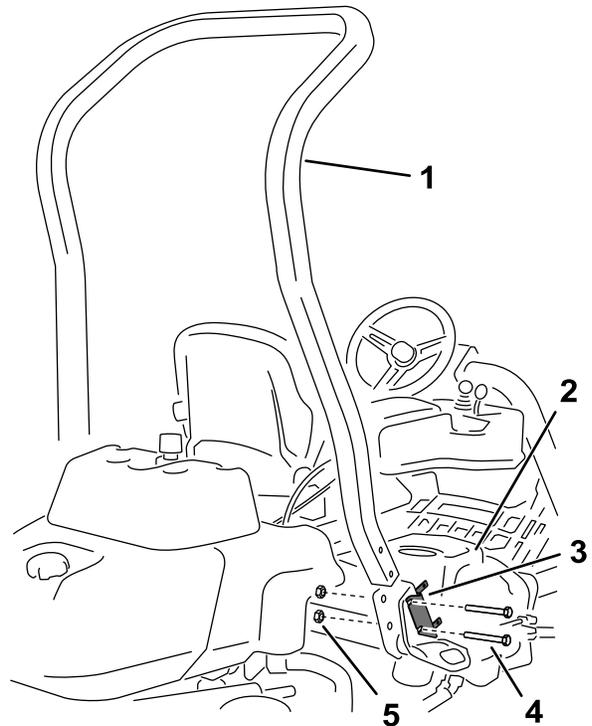

Bild 3
4. Entfernen Sie die zwei Schrauben, mit denen die Halterung des Sicherungskastens an der Aussparung des Überrollschutzes befestigt ist, wie in **Bild 3** abgebildet.